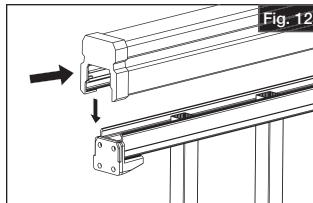

Fig. 12
- Encajar el tapón de travesaño y las cubiertas finales a presión en el travesaño superior, que se cortó en el paso 1, sobre la parte superior del tramo. Presionar sobre el tapón de travesaño superior para comprobar que encaje perfectamente en el tramo y comprobar que las cubiertas de extremo de soporte del travesaño superior se sostengan en su lugar con el soporte en línea (Fig. 12).